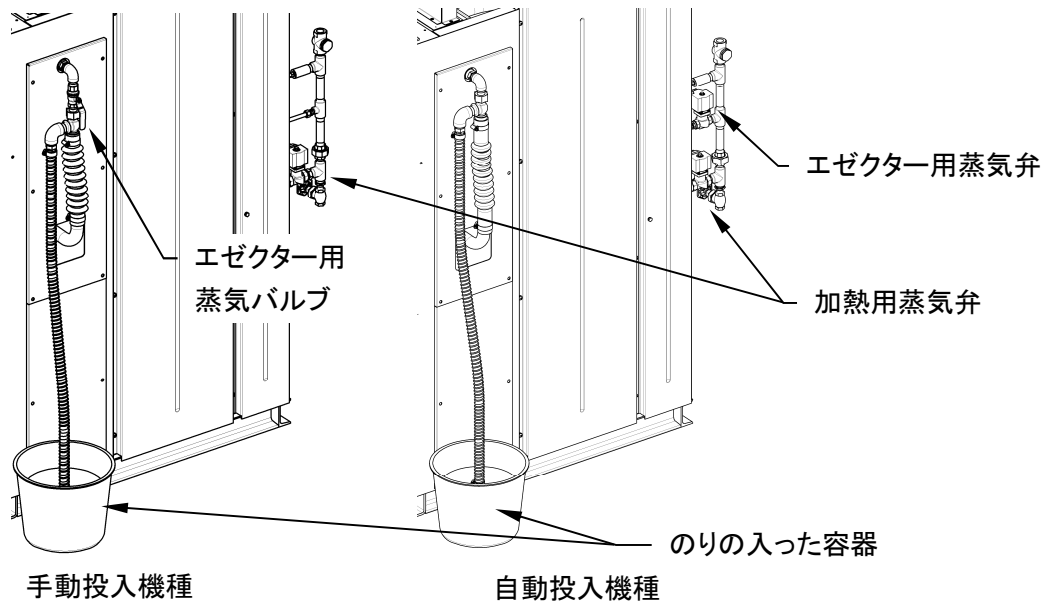

図 7-2
7. 4. 2 エゼクターによる投入方法(図 7-2)(オプション)